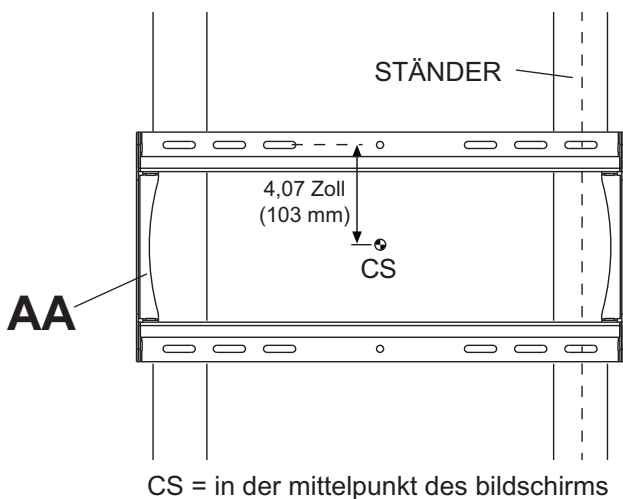
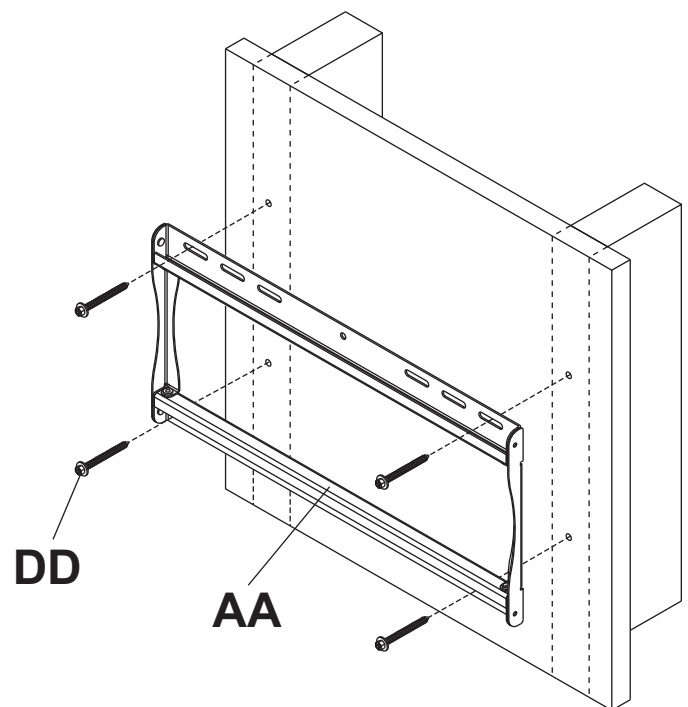

Abbildung. 1.1
Abbildung. 1.2
- 1** Bestimmen Sie die Kanten der Ständer mithilfe eines Balkenfinders. Am besten eignet sich ein Balkenfinder mit genauer Kantenanzeige. Verwenden Sie die Kanten als Richtlinie und ziehen Sie eine senkrechte Linie entlang der Mitte der Ständer. Halten Sie die Wandplatte als Schablone an die Wand. Die oberen Montageschlitze sollten sich wie in Abbildung 1.1 dargestellt 103 mm (4,07 Zoll) oberhalb der gewünschten Bildschirmmitte befinden. Richten Sie die Platte waagrecht aus und markieren Sie die Mitte der vier Montagebohrungen. Achten Sie darauf, dass die Montagebohrungen sich jeweils auf der Mittellinie der Holzständer befinden. Bohren Sie vier Löcher mit einem Durchmesser von 4 mm (5/32 Zoll) und einer Tiefe von 64 mm (2,5 Zoll). Achten Sie darauf, dass die Wandplatte waagrecht ausgerichtet ist und befestigen Sie sie wie in Abbildung 1.2 dargestellt mit Hilfe von vier Nr. 14 x 2,5 Zoll Holzschrauben (**DD**).
- 1** Achten Sie darauf, dass die Wandplatte (**AA**) waagrecht ausgerichtet ist und verwenden Sie sie als Schablone zur Markierung von vier Montagebohrungen. Die oberen Montageschlitze sollten sich wie in Abbildung 1.1 auf Seite 32 dargestellt 103 mm (4,07 Zoll) oberhalb der gewünschten Bildschirmmitte befinden. Bohren Sie vier Löcher mit einem Durchmesser von 8 mm (5/16 Zoll) und einer Mindestdiefe von 64 mm (2,5 Zoll). Setzen Sie die Dübel (**EE**) in die Löcher ein, bis sie bündig mit der Wand abschließen (siehe Abbildung rechts). Halten Sie die Wandplatte über die Dübel und befestigen Sie sie mit Nr. 14 x 2,5 Zoll Schrauben (**DD**). Richten Sie sie waagrecht aus und ziehen Sie dann sämtliche Befestigungsteile an.